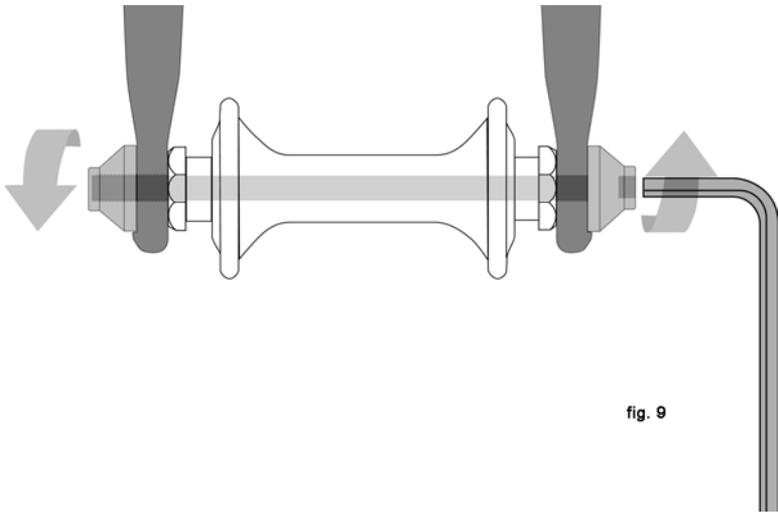

fig. 9
- Eine Hohlachse mit einer durchlaufenden Welle die auf einer Seite mit einer Mutter und auf der anderen Seite mit einer entsprechenden Sechskantverschraubung, einem Verriegelungshebel oder einer anderen Spannvorrichtung ausgestattet ist (durchgehender Bolzen, Abb. 9)